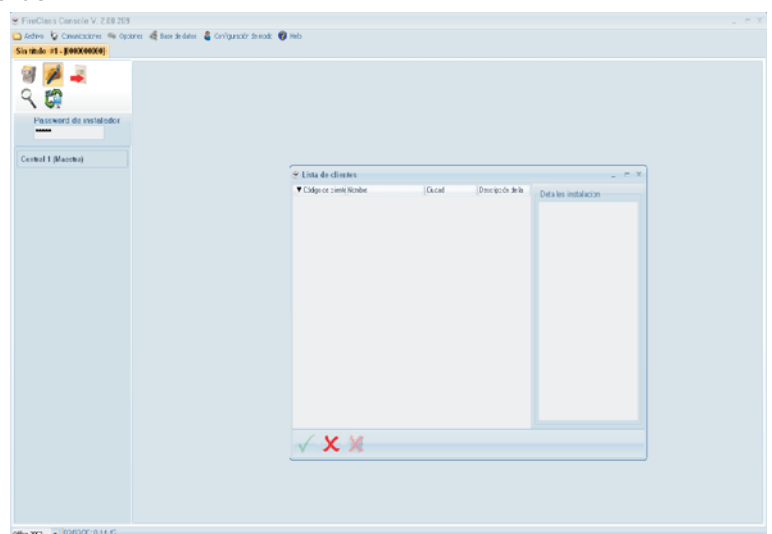

Figura 23 La ventana de **Arranque**, es decir **Abrir**.
**Abrir** Para abrir un Cliente existente, seleccionarlo de la lista de arriba de la ventana de inicio, o bien hacer clic en "Abrir" (figura 23). En la lista que se abre, seleccionar el cliente deseado y confirmar la elección haciendo clic en: ✓ OK.
**Salir** El mando seleccionar el pulsador ✓ (OK) cierra el programa.